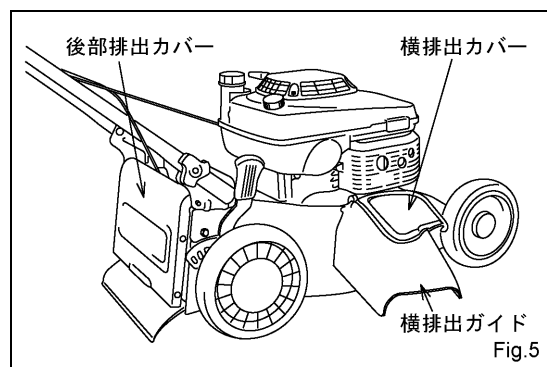
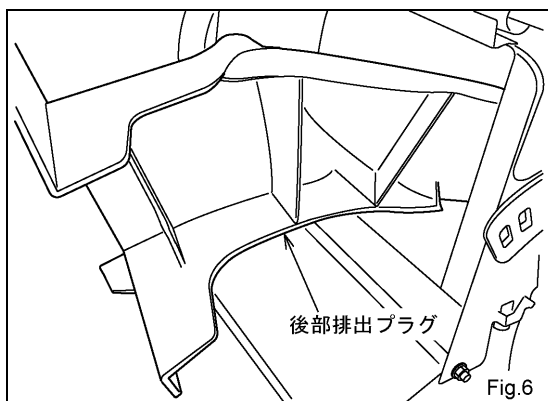

Fig.5
Fig.6
- ② 後部排出カバーは必ず閉じておいて下さい。（Fig.5）
- ③ 後方排出プラグが装着されていることをご確認下さい。
- ④ 後方排出プラグを装着する場合は以下の要領で行って下さい。
- 後部排出カバーを開け、後部排出プラグを Fig.6 の方向に向けて排出口に差し込みます。